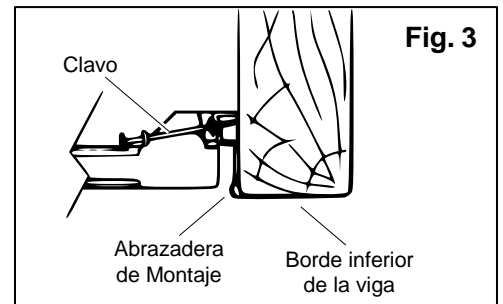
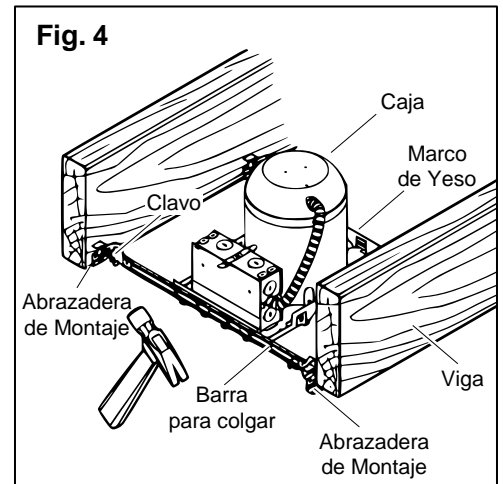

Fig. 3
Fig. 4
2. Alza ensamblaje de la caja/barra para colgar hasta la posición deseada entre las dos vigas del techo. Ajusta el ancho de las dos barras para colgar según la distancia entre las vigas. Coloca el ensamblaje de modo que las abrazaderas de montaje de las barras para colgar queden debajo de los bordes inferiores de las vigas. Martilla los clavos de las barras para colgar en las vigas para fijar el ensamblaje en su sitio. **(FIG. 3 y FIG. 4)**